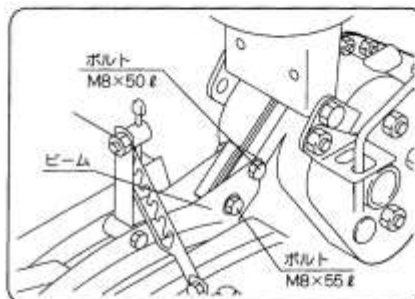

図52
- ビーム取付ボルト2本(M8×50φ、M8×55φ各1本)のナットをゆるめてください。(図52)